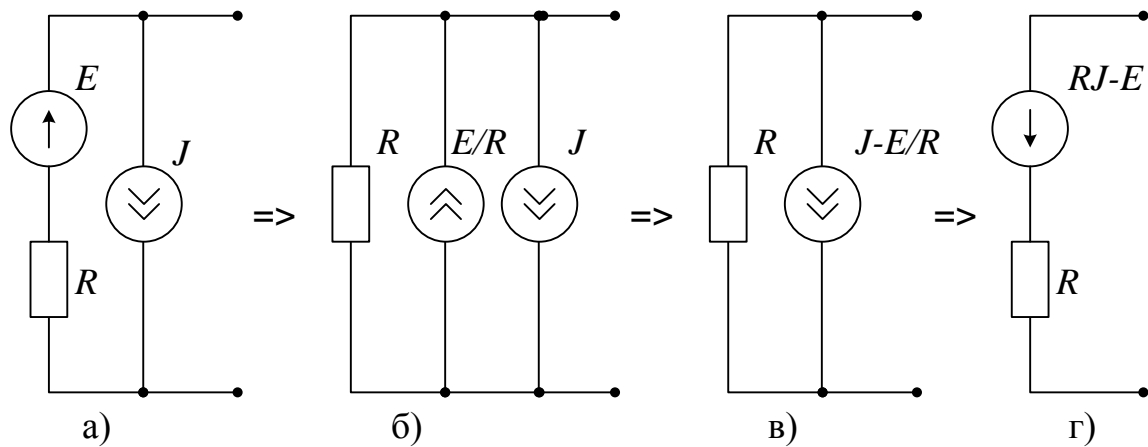

Рис.1.5
*Обобщенную ветвь* (рис.1.5,а), а также *реальный* источник тока (рис.1.5,б) для удобства расчета и уменьшения количества уравнений системы, описывающих схему, можно заменить эквивалентной ветвью, содержащей реальный источник ЭДС (рис.1.5,г).